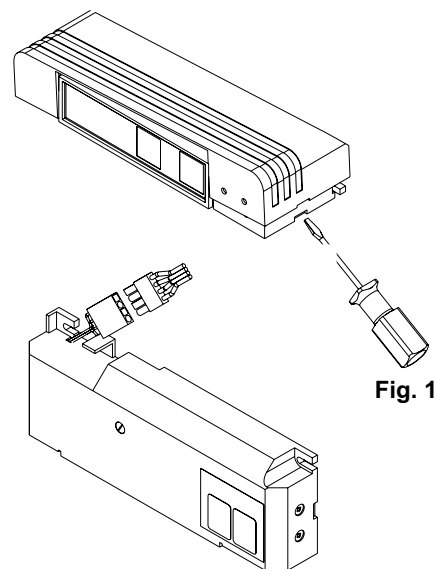

Fig. 1
- 1: Remover la tapa de plástico ejerciendo una presión con un destornillador y elevándola hacia el exterior (véase Fig. 1).